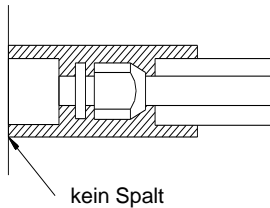

Abb. 19
- b. Die Anschlüsse an der Inneneinheit sollten mit Wärmedämmung isoliert werden. Zwischen der Wärmedämmung und dem Gerät soll sich kein Spalt befinden (siehe Abb. 19).